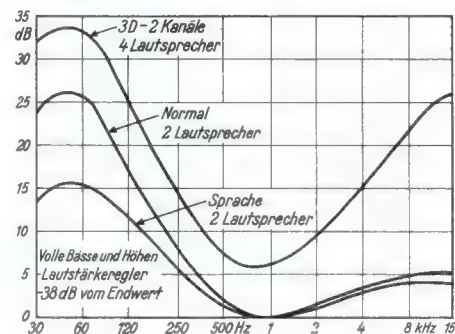

Bild 9. Einfluß des 3D- und des Sprache/Musik-Schalters auf die Nf-Kurve
Im Eingang des Baßkanals mit Phasenumkehrer PC(L) 81 und zwei Pentoden EL 84 im Ausgang ist ein Abschwächglied für die Höhen angeordnet ($50\text{ k}\Omega$ und $1,6\text{ nF}$), das nur in „Aus“-Stellung der „3D“-Taste in Funktion ist, so daß sich eine NF-Übertragungskurve wie in Bild 9 (2. Kurve von oben) ergibt. Man erkennt die Abschwächung der Frequenz von 15 kHz um nicht weniger als 20 dB . Vor den Gittern der ersten EL 84 bzw. der Phasenumkehrer liegt der Sprach/Musikschalter in Form einer Parallelschaltung von 500 pF und 1 nF . Ist dieser mit S 8-9 bezeichnete Schalter offen, dann wird die Übertragung der tiefen Frequenzen geschwächt und dem Charakter der Sprache Genüge getan. Die sich ergebende NF-Kurve geht aus Bild 9 hervor und zeigt eine Abschwächung der Tiefen um 17 dB .